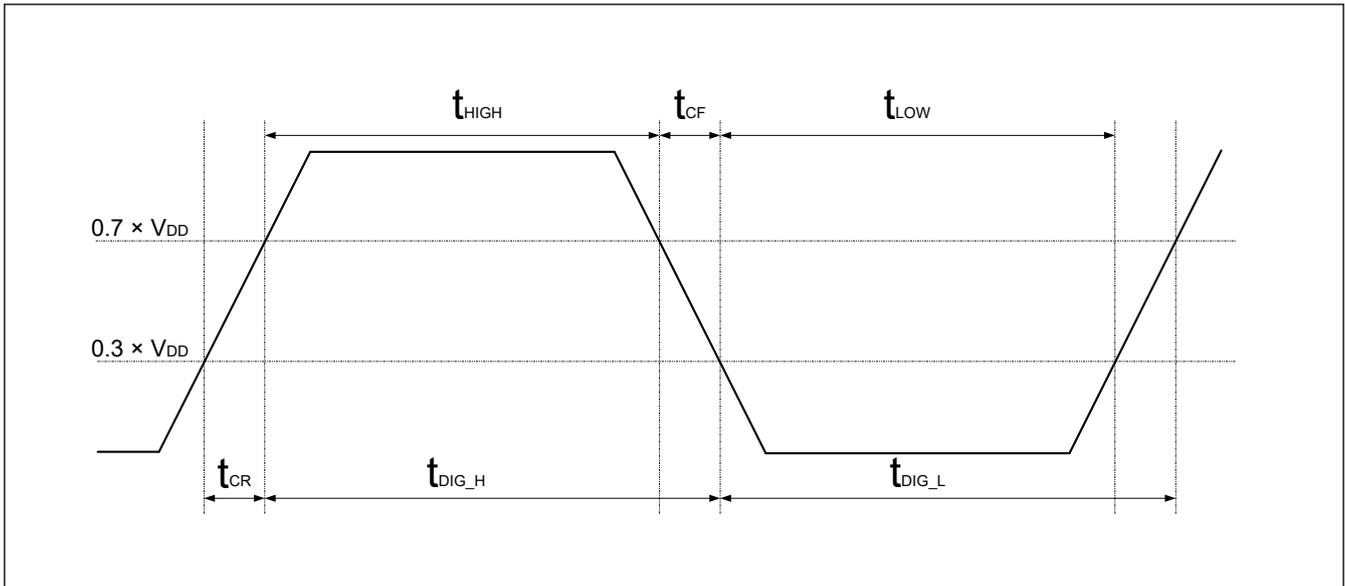

図 2.36  $t_{DIG\_H}$ 、 $t_{DIG\_L}$
- $t_{DIG\_L}$  および  $t_{DIG\_H}$  は VIL、VIH を使用した I3C バスのレシーバー終了時の Low および High 期間クロックです (図 2.36 参照)。